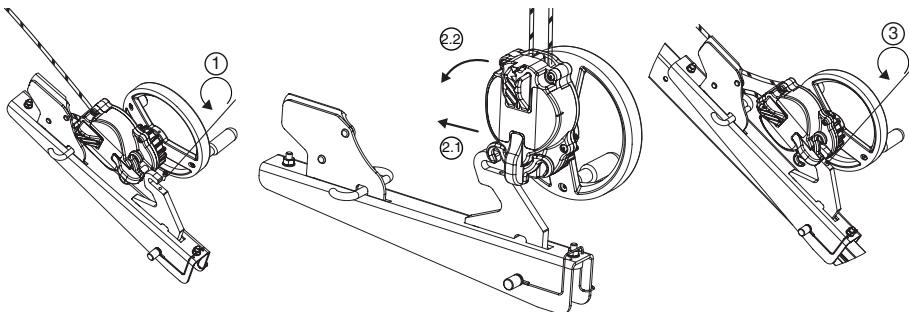

Fig. 8
### 6.3.4. Aparelho derope™ UP R (Fig. 8, 9 e 10)
O aparelho derope™ UP R deve ser fixado no pé do tripé tracpode da Tractel® como indicado na Fig. 8. É proibida qualquer outra fixação em outro ponto do tripé tracpode da Tractel®.
1. Desapertar o parafuso de bloqueio do gancho de amarração do suporte para aparelho derope™ UP R (Fig. 8,1).
2. Instalar o aparelho derope™ UP R no gancho de amarração (Fig. 8, 2.1 – 2.2).
3. Apertar o parafuso de bloqueio de modo a impedir que o aparelho se separe do suporte (Fig. 8, 3) e verificar se está correctamente no sítio e apertado.